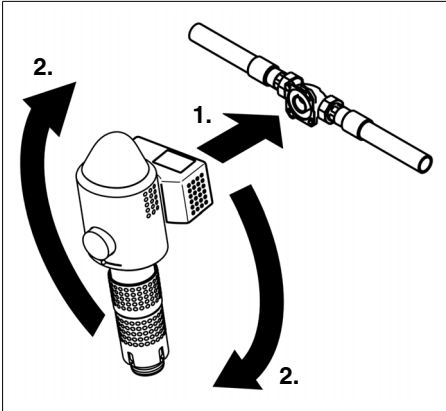

Abb. 5: Montage der Kombination
- Die vormontierte Kombination in den Anschlussflansch einstecken und durch eine Drehung im Uhrzeigersinn bis zum Anschlag drehen (siehe Abb. 5).